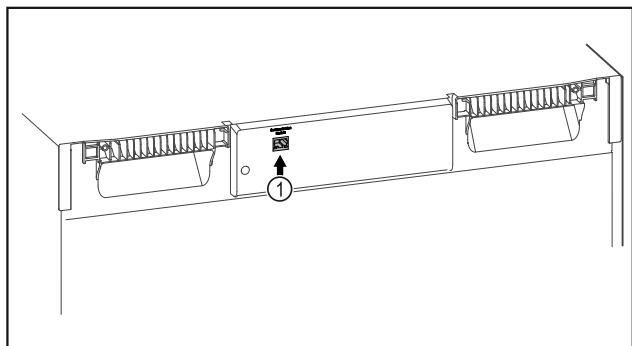

Fig. 82
- SmartModule Fig. 82 (1) er installert.